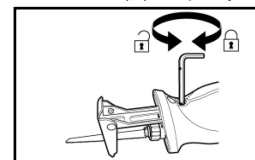

РИС. 5
■ Ослабьте шестигранные болты (1), вращая шестигранным ключом (11) против часовой стрелки (Рис. 5).
■ Выставьте направляющую пластину (2) в требуемое положение.
■ Затяните шестигранные болты (1) против часовой стрелки для фиксации направляющей пластины (2) в требуемом положении.